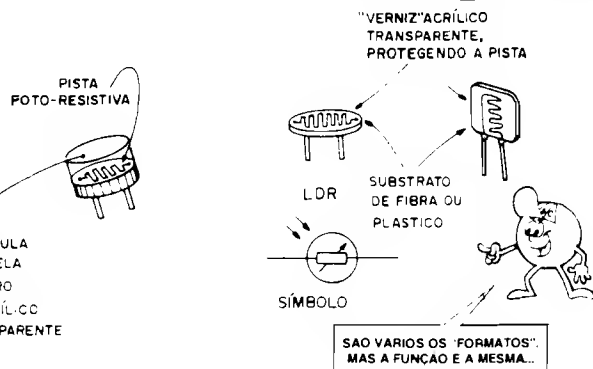

Fig. 3
- **FIG. 3** - Entre os diversos "Resistores Dependentes", certamente um dos mais utilizados é o LDR (**Light Dependent Resistor**). Enquanto, nos resistores comuns, o "percurso resistivo" é feito de carbono, ou de fios metálicos em ligas apropriadas, num LDR esse